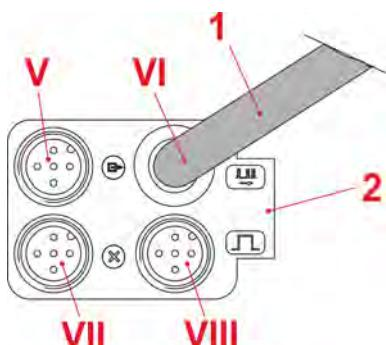
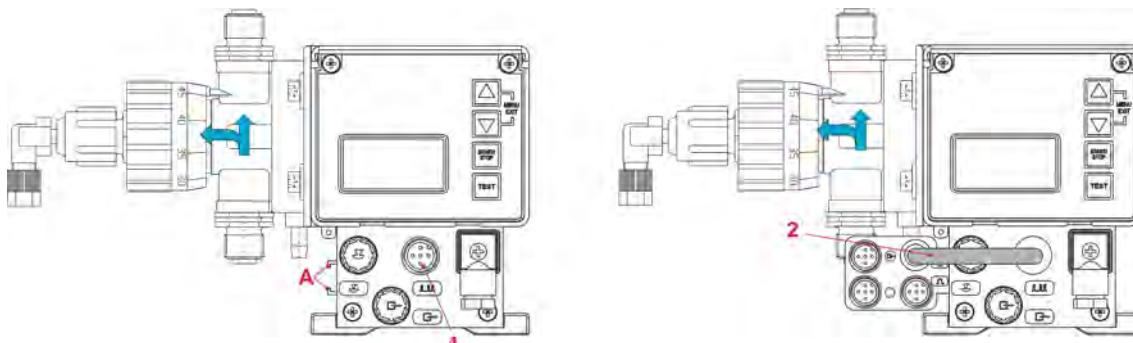

Fig. 25 : Dongle-Box
Fig. 26 : Montage du module de protection sous boîtier (Dongle-Box) ou bien MicroFlow- Box
1. → Monter le module de protection sous boîtier Dongle-Box ou bien MicroFlow- Box (Fig. 25) sur la glissière de la pompe EMP prévu à cet effet (Fig. 26 , pos. A).
2. → Pousser le module de protection sous boîtier Dongle-Box ou bien MicroFlow- Box (Fig. 25) dans la glissière sur le côté gauche de la pompe EMP (Fig. 26 , pos. A), jusqu'à ce qu'il s'enclenche.
3. → Raccorder le câble de liaison (Fig. 25 , pos.1 et à la page 50, pos. 2) sur l'entrée d'impulsion/du signal normalisé (Fig. 26 , pos. 1).
Ist vor der Erweiterung durch eine Dongle- Box bzw. eine MicroFlow- Box am Eingang für Impuls / Normsignal (Fig. 26) ein Stecker angeschlossen, so kann dieser nach der Erweiterung an Stecker VIII (Fig. 25 Pos. VIII) der Dongle- Box bzw. der MicroFlow- Box angeschlossen werden.